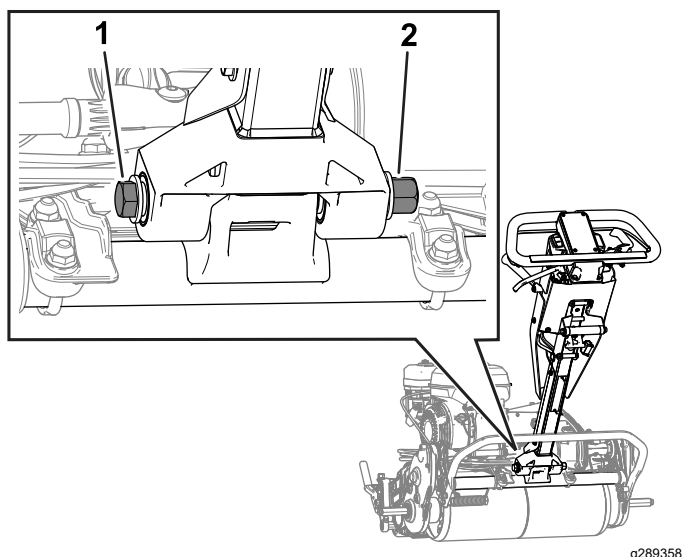

Рисунок 43
2. Ослабьте затяжку болта и гайки, как показано на Рисунок 43.